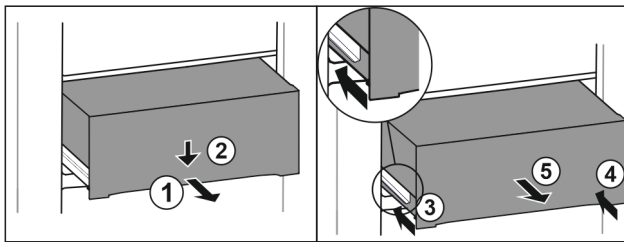

Fig. 231
- Izvucite ladicu na pola. Fig. 231 (1)
- Pritisnite ladicu naprijed prema dolje. Fig. 231 (2)
- Gurnite lijevu vodilicu za oko 2 cm. Fig. 231 (3)
- Gurnite desnu vodilicu za oko 2 cm. Fig. 231 (4)
- Izvadite ladicu prema naprijed. Fig. 231 (5)